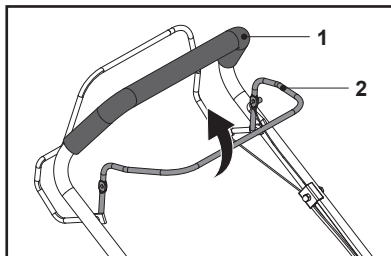

Fig. 11
1. Tirer le levier de frein (2) vers l'arrière et le maintenir contre le guidon (1) lors du démarrage du moteur. Maintenir le levier dans cette position pendant l'utilisation (Fig. 11).
2. Relâcher le levier de frein (2) pour arrêter le moteur.
1. Tirer le levier de frein (2) vers l'arrière et le maintenir contre le guidon (1) (Fig. 11).